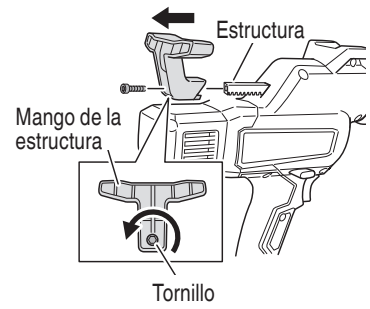

Fig. 11
- (2) Afloje el tornillo de la parte trasera del mango de la estructura y remueva el mango de la estructura de la estructura. (Fig. 11)